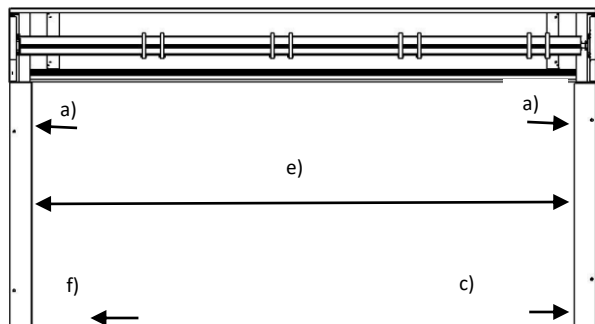

Figure 1
- Vérifiez le parallélisme des coulisses (figure 1) et le repérer par traçage.